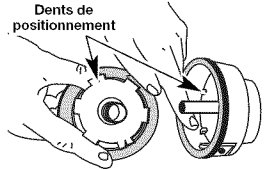

Fig. 13
5. Vérifiez l'état d'usure des dents de positionnement sur le moulinet intérieur et la bobine extérieure (Fig. 13). Enlevez les ébarbures ou remplacez le moulinet et la bobine au besoin.